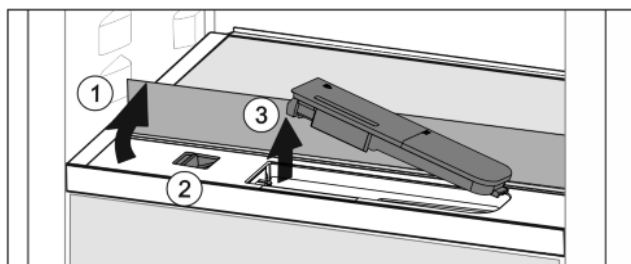

Fig. 38
- ▷ Tõstke klaasplaat üles ja klappige lõpuni taha Fig. 38 (1).
- ▶ Lükake liugurit Fig. 38 (2) vasakule.
- ▶ Võtke veepaak välja Fig. 38 (3).